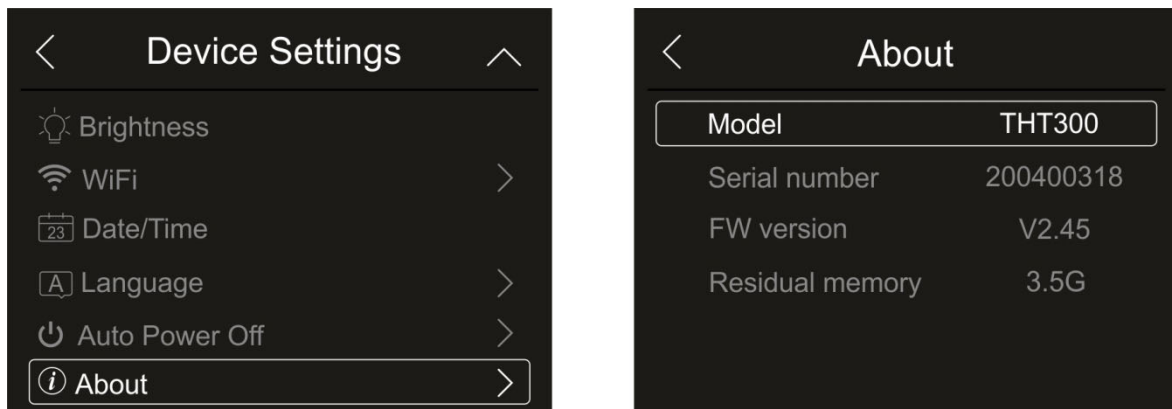

Abb. 19: Informationen über das Gerät
1. Berühren Sie "About", um die Informationen über Modell, Seriennummer, interne Firmware-Version und verfügbarer Restspeicher des Geräts zu erfahren. Die Bildschirmseite in der Abb. 19 – rechte Seite erscheint im Display: